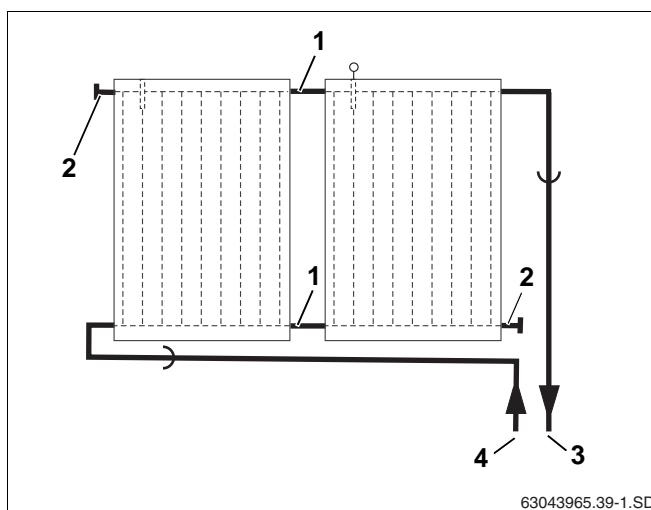
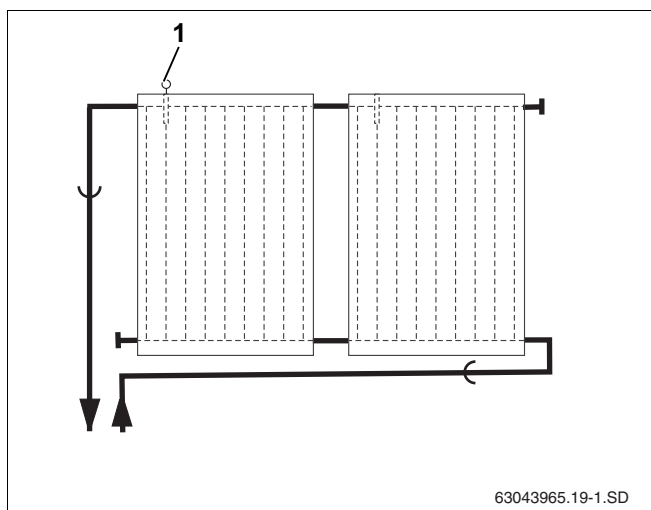

Fig. 37 Hydraulisk tilslutning – fremløbsledning højre
Fig. 38 Hydraulisk tilslutning – fremløbsledning venstre
Solfangerne skal rørforbindes efter Tichelmann-princippet. Derved opnås det, at der tilføres den samme volumenstrøm til alle solfangerne (fig. 37).
Fremløbsretningen kan være til højre (fig. 37) eller øverst til venstre (fig. 38). I denne vejledning vises fremløbsledningen på højre side.
Solfangerne skal monteres, så følergennemføringerne til montering af solfangerføleren (fig. 38, **pos. 1**) sidder foroven.